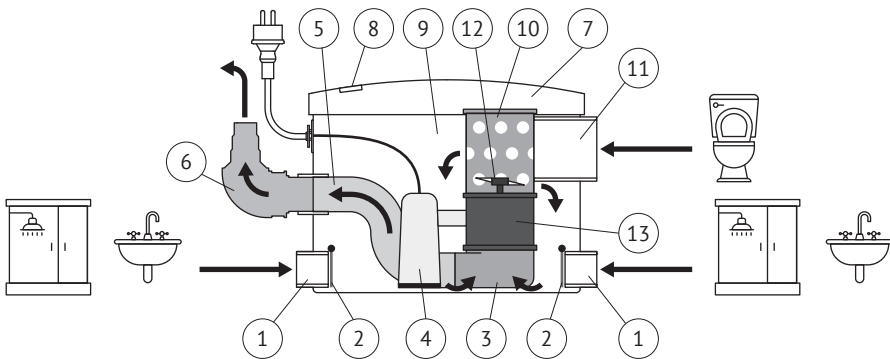
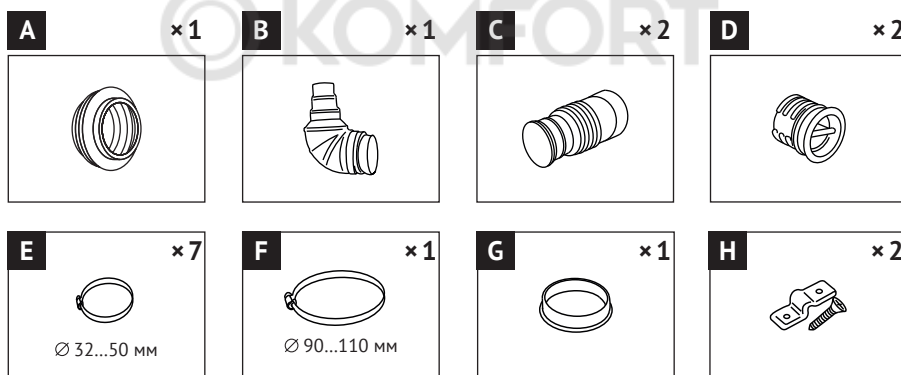
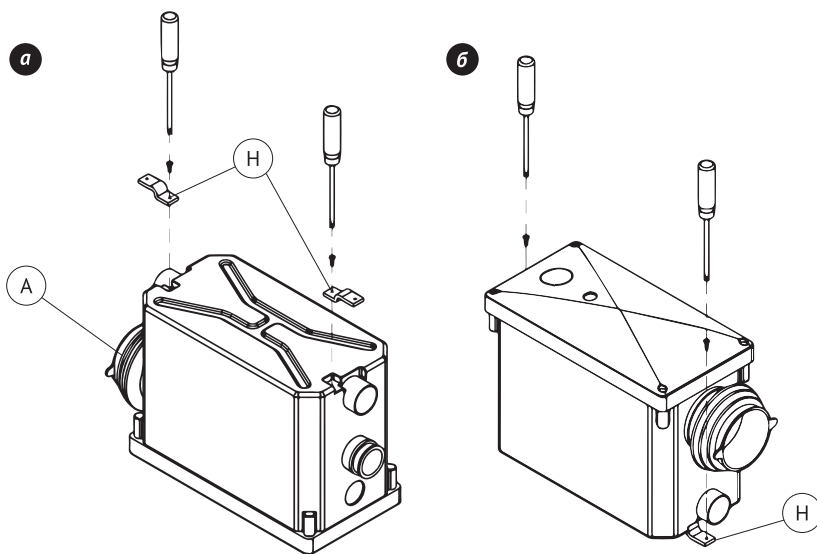

Рис. 3
Рис. 4
Рис. 9
Монтаж станции на месте эксплуатации выполняется с помощью крепежа и присоединительных фитингов, входящих в комплект (рис. 4).
- *Прямое* (рис. 6) — основной вход станции (рис. 3, поз. 11) соединяется непосредственно с выпуском унитаза с помощью гофрированной муфты (рис. 4, поз. А).
Прикрутите к корпусу станции (рис. 9а) пластинки *H*, поставляемые в комплекте (рис. 4). Наденьте на выпуск основного входа червячный хомут *F* и муфту *A*, выровняйте их, с помощью отвёртки затяните хомут *F*.
трубой, в зависимости от выбранного способа установки, прикрепите станцию к полу с помощью пластинок *H* (рис. 9 и 10).
Для присоединения санитарно-технических приборов к боковым входам станции (рис. 3, поз. 1; рис. 11 и 12) используйте патрубки *C* и червячные хомуты *E* (рис. 4).
Для подключения станции к общей канализации используйте угловой ступенчатый патрубок B с обратным клапаном (рис. 4). Закрепите угловой патрубок B в напорном патрубке станции (рис. 13) с помощью хомута E. Вставьте трубу напорной магистрали в ступенчатый патрубок и закрепите с помощью ещё одного хомута E.